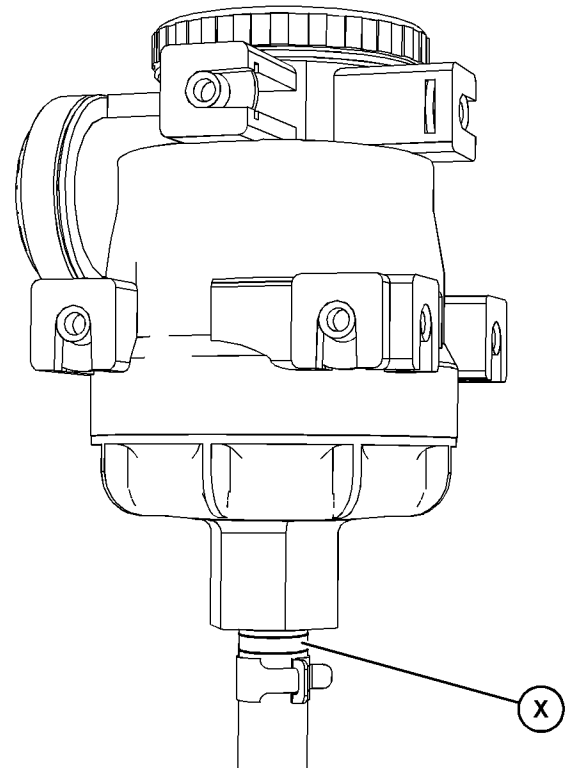

Abbildung 69
8. Den Schlauch (4) und die Klemme (3) anbringen. Dabei den Schlauch richtig ausrichten.
Wenn ein neuer Schlauch angebracht wird, muss das Schlauchende mit dem weißen Band an der Stelle (X) am Entlüfterbehälter befestigt werden. Die richtige Positionierung ist der Abbildung 69 zu entnehmen.